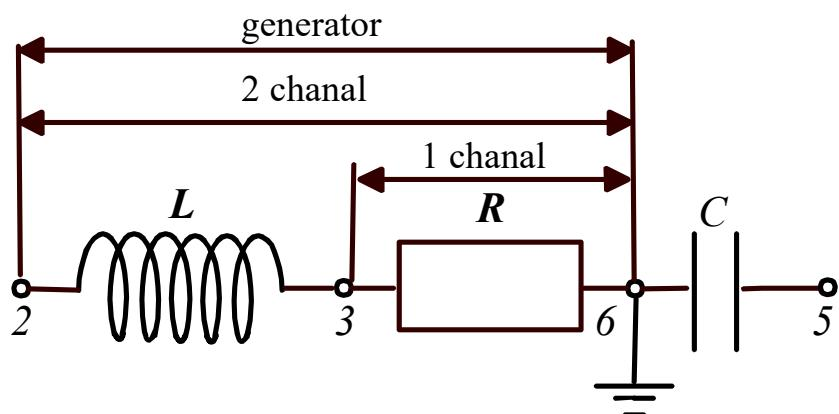

Рис. 11
1. Подключите генератор к плате – длинный конец кабеля к клемме (6), короткий к клемме (2).
2. Тумблером (1) подключите генератор к сети  $\sim 220\text{ V}$ . После включения загорится контрольная лампа (2).
3. Кнопкой (1) установите вольтметр в режим измерения переменного напряжения -  $V_{\sim}$ . Подключите вольтметр к тем же гнездам (2), (6) – провод «Общий» к гнезду (6).
4. Регулятором (7) генератора, установите в цепи напряжение  $\sim 6\text{ V}$ .
5. Подключите 1-й канал осциллографа к сопротивлению  $R$  – короткий конец кабеля подсоедините к гнезду (3), длинный – к гнезду (6).
6. Подключите 2-й канал осциллографа к гнездам (2), (6) – длинный конец кабеля к гнезду (6).
7. Убедитесь, что на выходе на экране осциллографа, справа, высвечивается частота, на которой работает генератор. При необходимости откорректируйте ее переключателями (3) и регулятором (8) генератора.
8. С помощью регуляторов (8) и (11) осциллографа добейтесь установления на экране изображения синусоид, представленного на рис. 11.